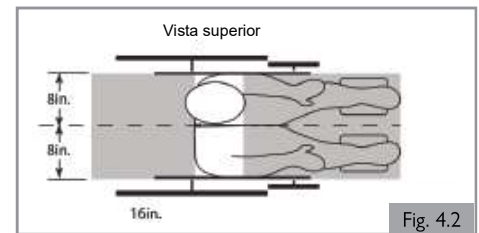
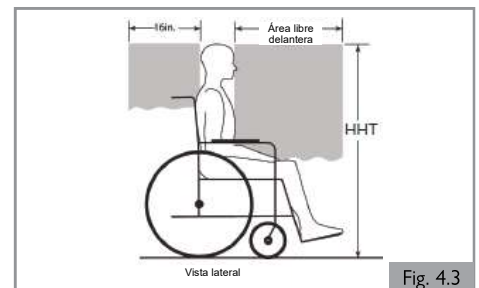

Fig. 4.2
Fig. 4.3
3. Las áreas libres recomendadas para el ocupante de la silla de ruedas sentado, inmovilizado tanto con el cinturón pélvico y el de la parte superior del torso como solo con el cinturón pélvico, se muestran en los diagramas (Fig. 4.2 y Fig. 4.3) y se describen a continuación. El área libre delantera debe ser más amplia cuando no se usen las correas para la parte superior del torso. El área libre trasera de 16 pulg./40,5 cm se mide desde el punto que se encuentra más atrás en la cabeza del ocupante. El área libre delantera se mide desde el punto de la cabeza del ocupante que se encuentra más adelante y es de 26 pulg./66 cm con los cinturones pélvico y de la parte superior del torso y de 37 pulg./94 cm solo con el cinturón pélvico. El área libre delantera puede lograrse en el caso de los usuarios sentados de la silla de ruedas.
4. La altura estimada en posición sentada desde el suelo hasta la parte superior de la cabeza del ocupante de la silla de ruedas varía aproximadamente desde 47 pulg./119 cm para una mujer adulta baja hasta 61 pulg./155 cm para un varón adulto alto (Fig. 4.3).